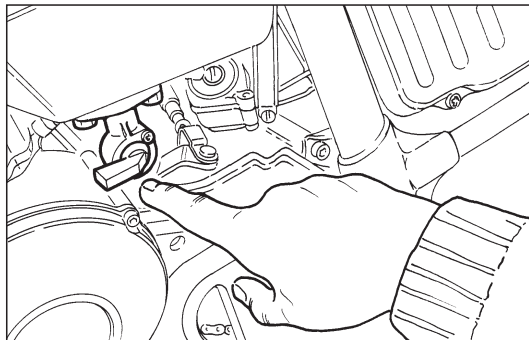

Fig. 7
- ◆ Abrir el grifo del combustible sul serbatotio (Fig. 7).
Cerrar el grifo combustible (Fig. 7).